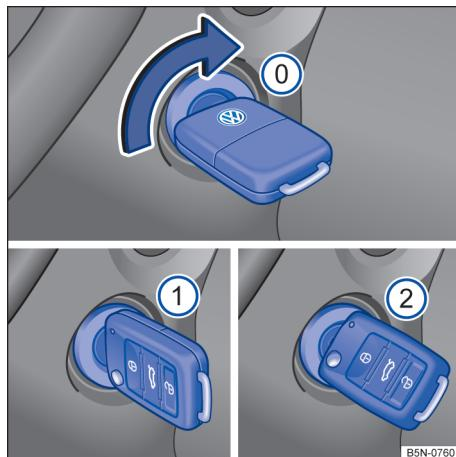

Fig. 81 Ao lado do volante, à direita: posições da chave do veículo no cilindro da ignição.
Posições da chave do veículo → Fig. 81
- Girar a chave do veículo no cilindro da ignição para a posição → Fig. 81 ② – não acelerar. Quando o motor começar a funcionar, soltar a chave do veículo no cilindro da ignição.
- *Veículos com partida aquecida:* girar a chave do veículo no cilindro da ignição para a posição → Fig. 81 ② para dar partida no motor – não acelerar. Caso a etapa 5 não seja respeitada, a luz de controle  irá piscar indicando a necessidade de interromper o procedimento de partida e repeti-lo após retornar a chave para a posição → Fig. 81 ① e aguardar aproximadamente 10 segundos.
- *Veículos sem partida aquecida:* girar a chave do veículo no cilindro da ignição para a posição → Fig. 81 ② para dar partida no motor – não acelerar.
- *Veículos com partida aquecida:* girar a chave do veículo na posição → Fig. 81 ①. A ignição está ligada. Nesse instante a luz de controle do sistema de partida aquecida  irá se acender no instrumento combinado. Aguardar que a luz de controle  se apague indicando o término do aquecimento do combustível (esta ação poderá ser necessária em condições de partida com o motor frio).
- *Veículos sem partida aquecida:* girar a chave do veículo na posição → Fig. 81 ①. A ignição está ligada.
- Girar a chave do veículo no cilindro da ignição na posição → Fig. 81 ①.